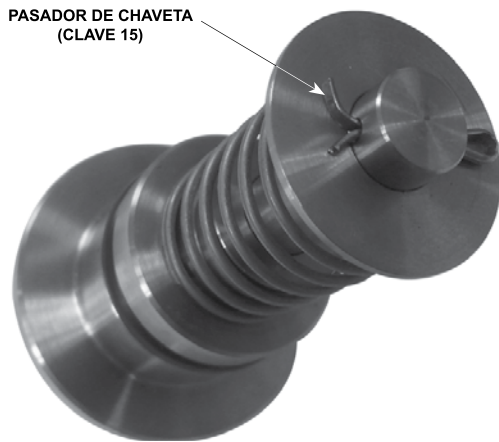

Figura 5. Cómo Doblar Correctamente el Pasador de Chaveta
- Instalar el conjunto del disco (clave 13) en el vástago (clave 14) y fijarlo con el pasador de chaveta (clave 15). Introducir el vástago en el inserto de guía (clave 18), colocar el resorte de derivación (clave 39) y el asiento del resorte de derivación (clave 40), luego fijar con otro pasador de chaveta. Después de la inserción, usar pinzas o una herramienta equivalente para doblar los extremos del pasador de chaveta (consultar la Figura 5).